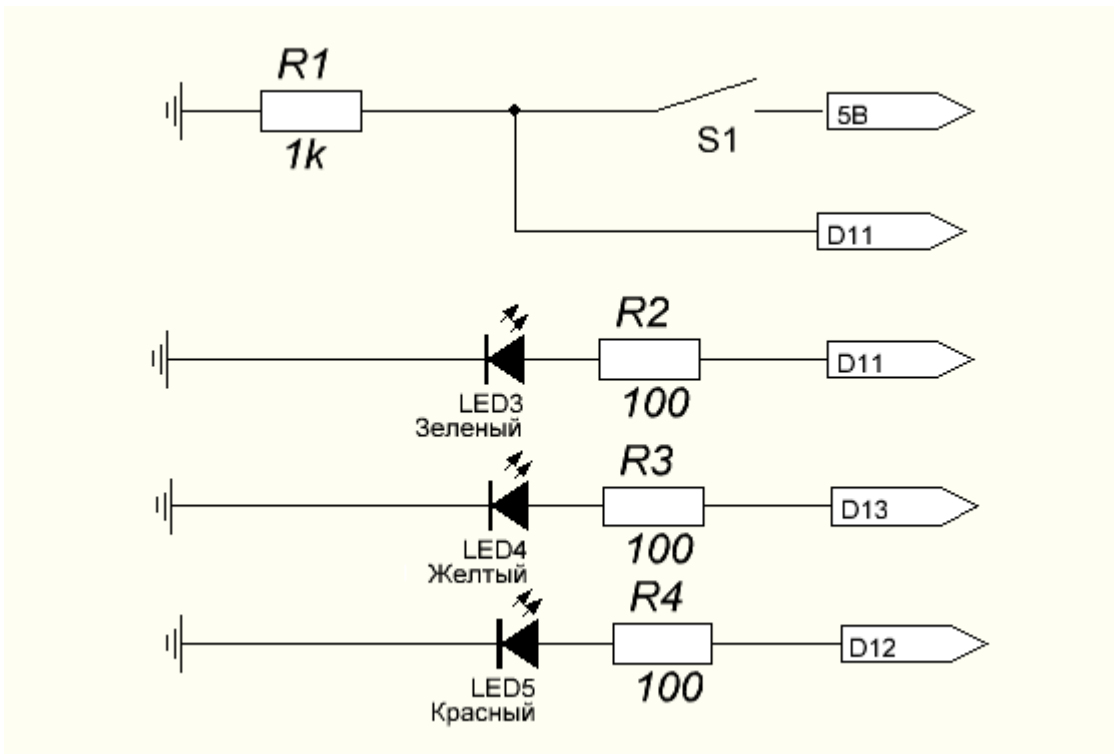

Рис.10.2. Схема до завдання 2
Для виконання завдання необхідно зібрати схему наведену на рис. 10.2.
4. Зібрати схему приведену на рис. 10.2, та створити код скетчу згідно зі завданням із пп. 10.2.2.